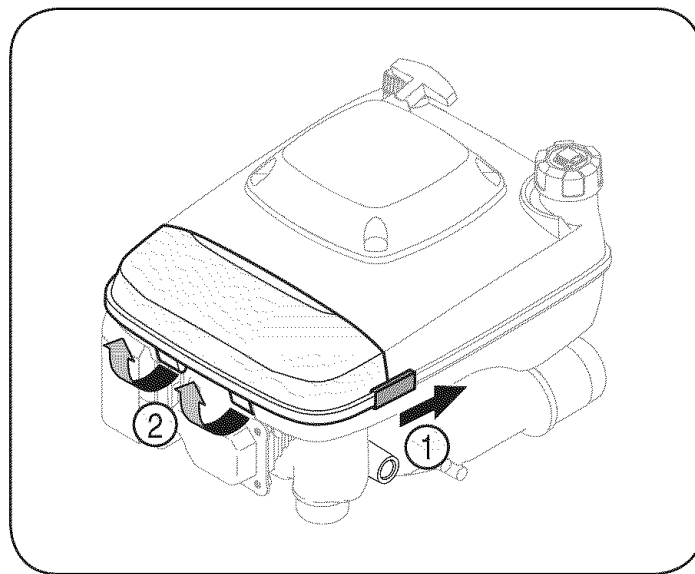

Figura 13
2. Con las dos manos, tire de los dos sujetadores hacia usted y hacia arriba tal como se muestra en la Figura 13 y separe la caja del filtro de aire del cuerpo del mismo.